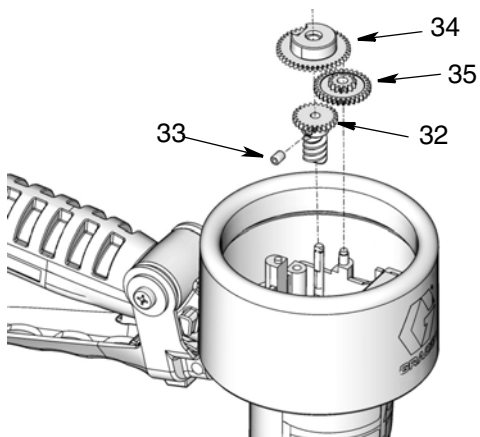

FIG. 21
2. Placer les roues dentées (32, 34, 35) comme montré sur la FIG. 21. Avec une clé hexagonale de 2 mm, visser et serrer la vis sans tête (33) des roues dentées.